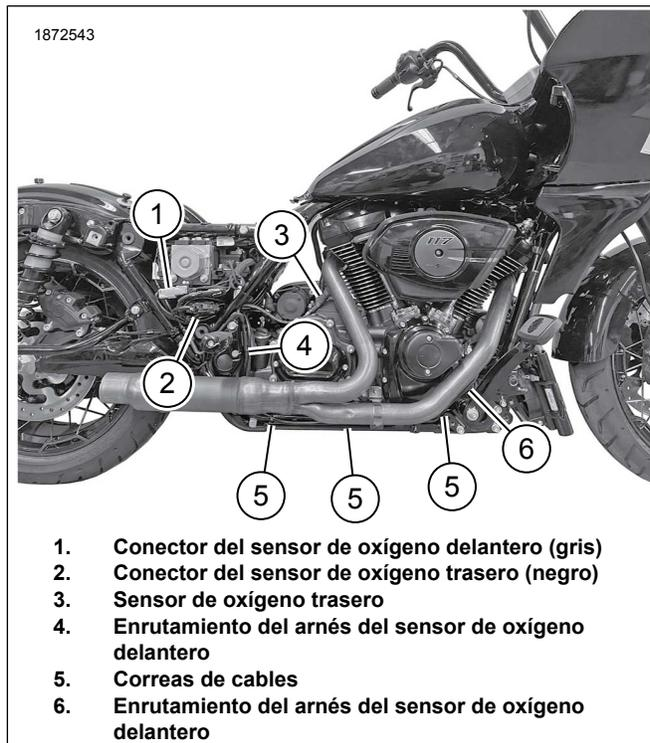
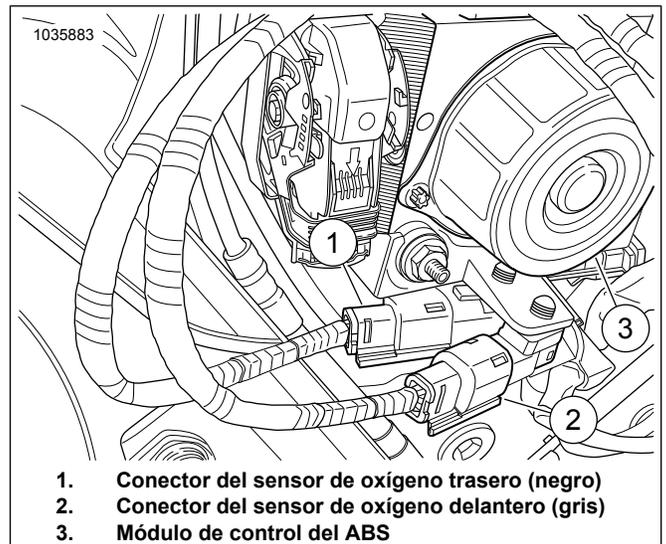

Figura 8. Ubicación del arnés del sensor del ATM
Figura 13. Conexiones del arnés principal del ATM
12. Consulte Figura 4 y Figura 8. Enrute hacia arriba los cables del arnés del conector del sensor de oxígeno delantero y trasero (1, 2) hacia los conectores correspondientes. Conectores del arnés de colores a juego: Negro con negro, gris con gris.
16. Vea Figura 8. **Sensor de oxígeno delantero (5, cable del arnés largo):**
12. Ver Figura 13 y Figura 8. Coloque los cables conductores del arnés gris (3) y negro (1) afuera detrás del módulo de control ABS (2) y conecte el arnés principal. Haga coincidir los colores de los conectores: negro con negro y gris con gris.